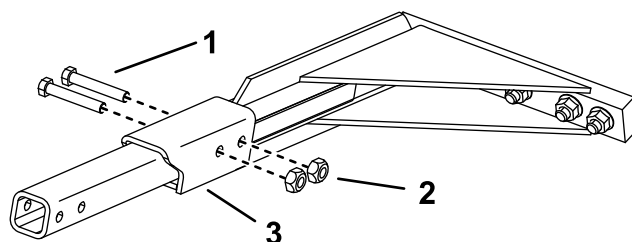

Figure 5
4. Si l'élinde mesure plus de 61 cm, placez la rallonge (fournie avec l'élinde) par dessus le bout de la barre de sécurité et fixez-la en place avec les 2 boulons et contre-écrous fournis avec la rallonge (Figure 5).